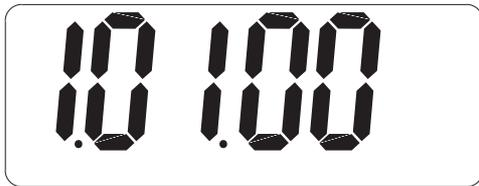

FIG. 7 Écrans de la version de logiciel et de remise à zéro
1. Appuyer sur les touches TOTAL et REMISE À ZÉRO et les maintenir enfoncées. L'écran Tous les segments puis celui où figure la version du logiciel apparaissent sur l'écran FIG. 7.
Sur la FIG. 7, la version de logiciel est indiquée avec « 00 ». Sur votre compteur « 00 » est remplacé par un nombre qui correspond à la version de logiciel de votre compteur.